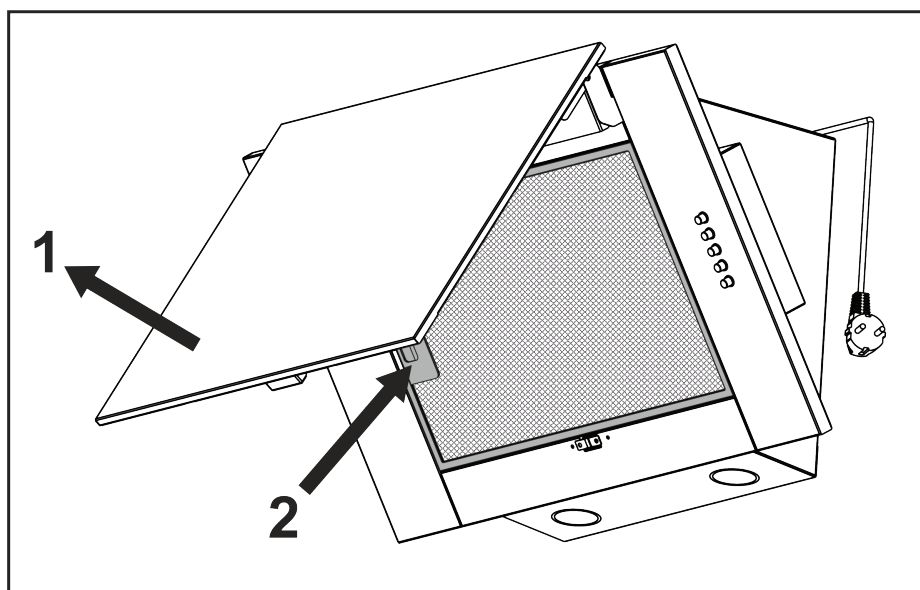

Рис.6
8.7 Для снятия алюминиевого фильтра (рис.6) следует открыть **декоративное стекло 1**, нажать на **пружинную защелку 2**, и потянув на себя снять фильтр с панели. Установка фильтра выполнить в обратном порядке.